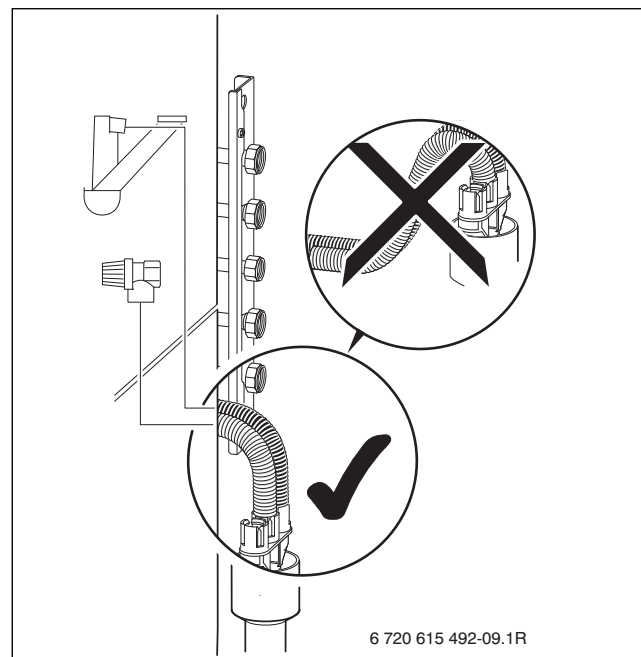

Bild 32
- ▶ Schlauch vom Sicherheitsventil an Ablaufgarnitur anschließen (→ Bild 32, Seite 39).